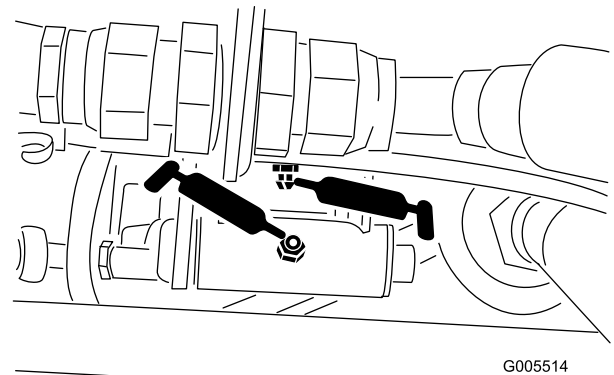
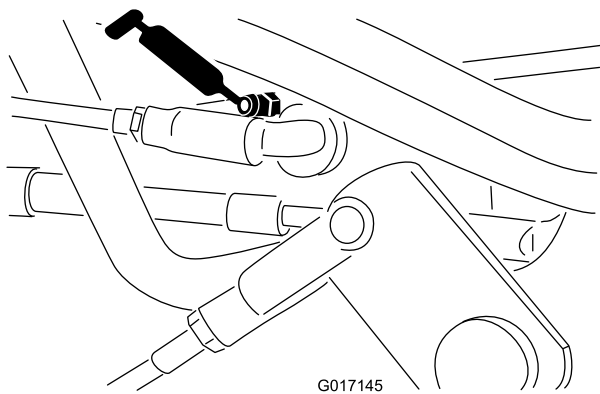

Bild 45
Bild 46
- Geschwindigkeitschalthebel (Bild 45 und Bild 46).